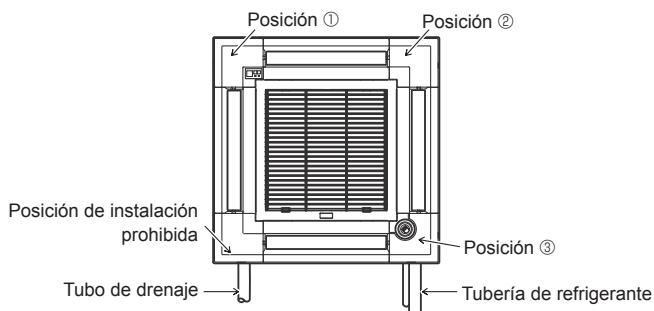

Fig. 9-11
Compruebe que los cables no queden atrapados en la cubierta de la caja eléctrica. Instale el panel angular del receptor de señales al panel y sujételo con el tornillo. El panel angular del receptor de señales no puede instalarse en el lateral del tubo de drenaje de la unidad principal. (Consulte la Fig. 9-11)
- * Si la posición del i-see Sensor se ha cambiado de la posición por defecto (posición Ⓒ) a la otra posición, cambie la configuración de funciones. (Consulte la página 84 y la Fig. 9-11)
- El panel angular del i-see Sensor no puede instalarse en el lateral del tubo de drenaje de la unidad principal. (Consulte la Fig. 9-11)